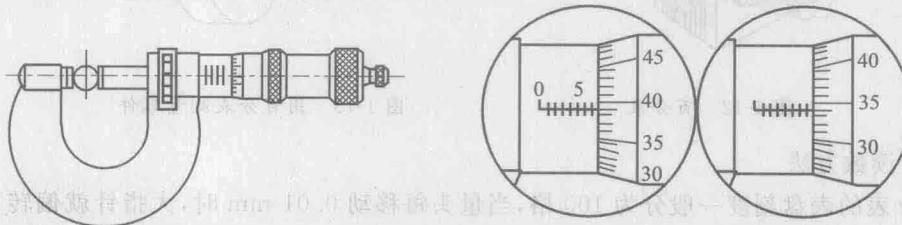

图 1-11 外径千分尺外形和读数方法
千分尺又称分厘卡,是测量较高精度零件的精密量具,其测量精度可达到 0.01 mm。分为 0~25 mm,25~50 mm,50~75 mm,75~100 mm,100~125 mm 等多种规格。按测量零件的类型,可分为内径千分尺、外径千分尺和深度千分尺等多种,如图 1-11 所示。
① 如图 1-11 所示,读出微分筒边缘在固定套管主尺的毫米数和半毫米数。
② 看微分筒上哪一格与固定套管上基准线对齐,并读出小数部分(百分之几毫米)。不足 1 格(千分之几毫米),可用估算法确定。
③ 将两次读数加起来即为测得的实际尺寸。